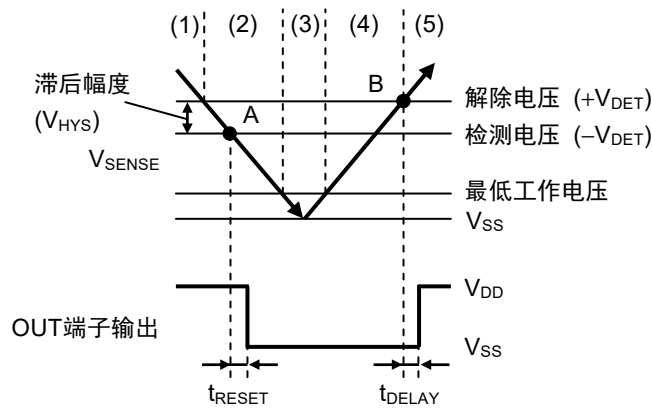
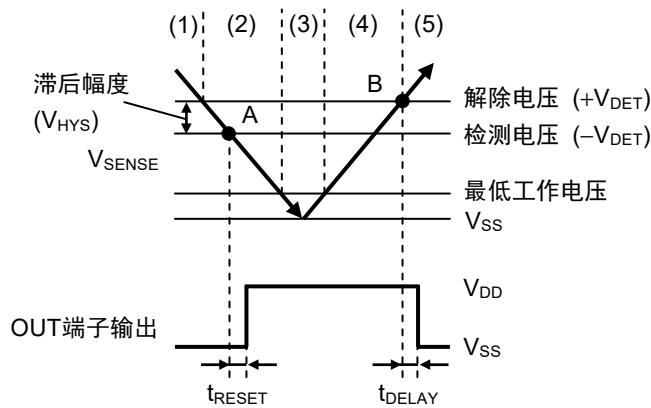

图34 S-19110系列E型的时序图
图36 S-19110系列F型的时序图
滞后幅度表示检测电压与解除电压之间的电压差 (图26、图28、图34、图36中B点的电压 - A点的电压 = V_{HYS})。在检测电压与解除电压之间带有滞后幅度，可以防止在因噪声等侵入输入电压时而产生的误工作。
V_{SENSE} 为 $-V_{DET}$ (图34的A点) 以下时, 输出方的N沟道晶体管变为开, 经过检测延迟时间 (t_{RESET}) 后, 从OUT端子输出 V_{SS} (输出 "L")。
(3) V_{SENSE} 进一步下降, 但即使降低到IC的最低工作电压以下, 只要 V_{DD} 仍在最低工作电压以上, OUT端子输出就会保持稳定。
(4) 即使 V_{SENSE} 超过了 $-V_{DET}$, 在不足 $+V_{DET}$ 的情况下, 仍会输出 V_{SS} 。
(5) 再继续使 V_{SENSE} 上升, 上升到 $+V_{DET}$ (图34的B点) 以上时, N沟道晶体管变为关, 在输出被上拉的情况下, 经过解除延迟时间 (t_{DELAY}) 后, 从OUT端子输出 V_{DD} 。
V_{SENSE}为-V_{DET} (图36的A点) 以下时, 输出方的N沟道晶体管变为关, 在输出被上拉的情况下, 经过检测延迟时间 (t_{RESET}) 后, 从OUT端子输出V_{DD} (输出 "H")。
- (3) V_{SENSE}进一步下降, 但即使降低到IC的最低工作电压以下, 只要V_{DD}仍在最低工作电压以上, OUT端子输出就会保持稳定。
- (4) 即使V_{SENSE}超过了-V_{DET}, 在不足+V_{DET}的情况下, 仍会输出V_{DD}。
- (5) 再继续使V_{SENSE}上升, 上升到+V_{DET} (图36的B点) 以上时, N沟道晶体管变为开, 经过解除延迟时间 (t_{DELAY}) 后, 从OUT端子输出V_{SS}。